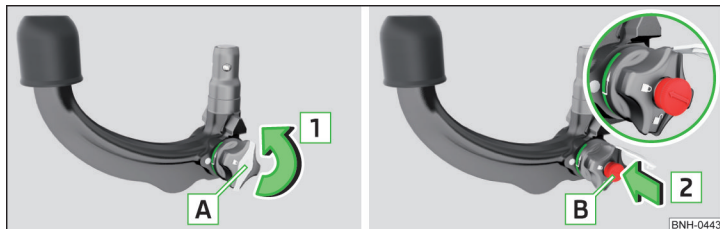

Abb. 130 Kappe vom Schloss abnehmen / Schlüssel in das Schloss stecken
- Die Kappe **A** vom Schloss in Pfeilrichtung **1** » Abb. 130 abnehmen.